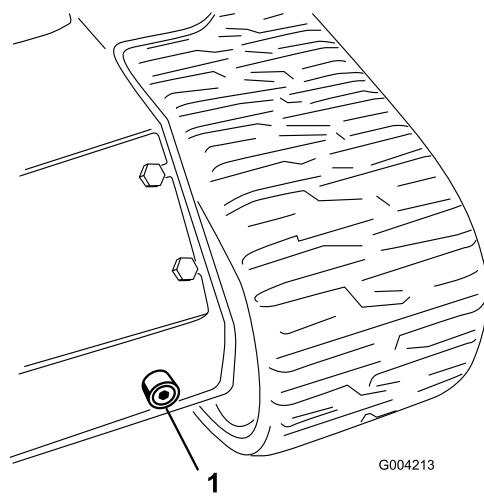

Figura 58
6. Coloque un recipiente grande (con capacidad para 56 litros) debajo del tapón de vaciado situado en la parte delantera de la unidad de tracción (Figura 58).
7. Retire el tapón de vaciado y deje fluir el aceite al recipiente (Figura 58).